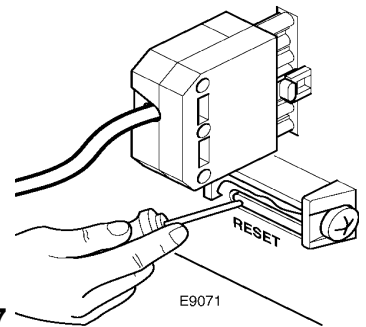

Рис. 17
- Запустить горелку: для чего необходимо отодвинуть назад блок управления, на который в данный момент должно подаваться электропитание, и нажать специальным инструментом на язычок RESET (сброс) (смотри рисунок 17).